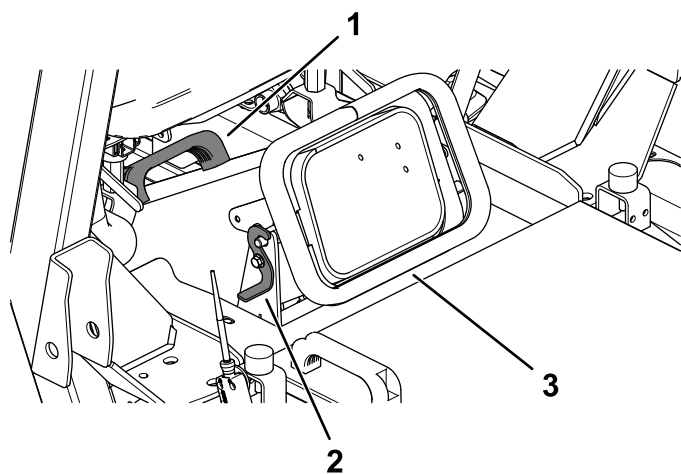

Figure 27
6. Déverrouillage de la goulotte (Figure 27).
7. Déposez la goulotte en la saisissant par la poignée et nettoyez-la ainsi que l'ouverture du plateau de coupe (Figure 27).
8. Reposez la goulotte et fixez-la avec les verrous (Figure 27).